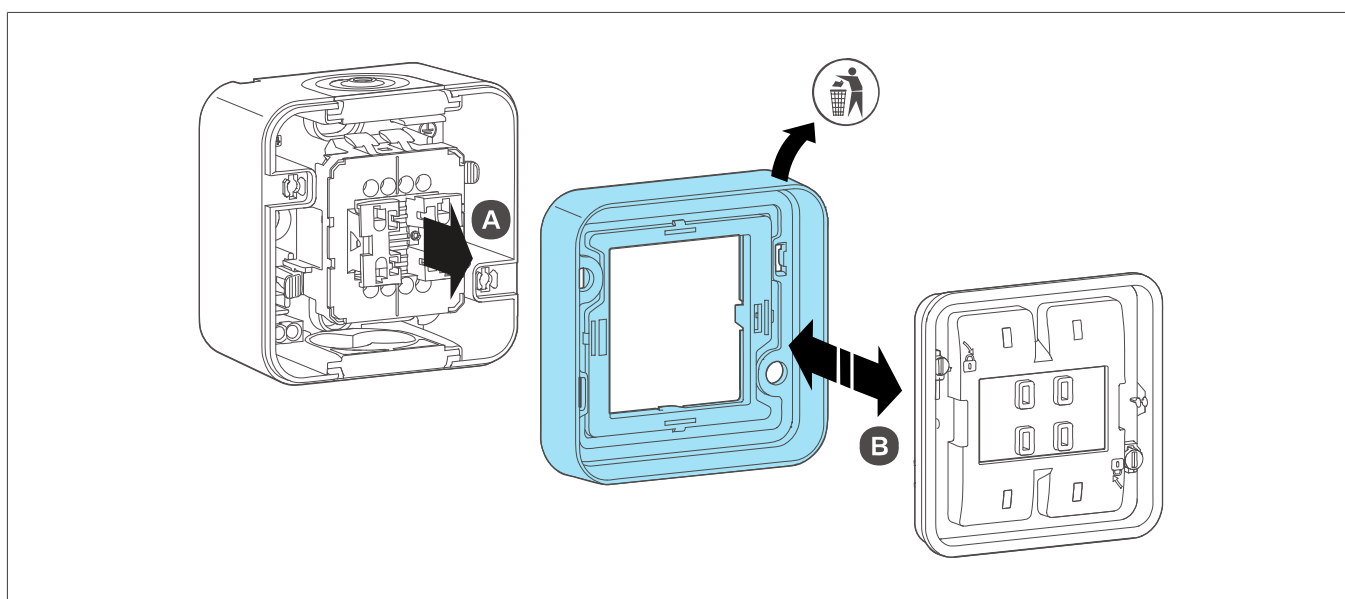

Fig. 4 : Déposez la collerette et le joint
- 3 Retirez la collerette du (3) boîtier monté en saillie A et séparez le joint de la collerette (2) B (Fig. 4).